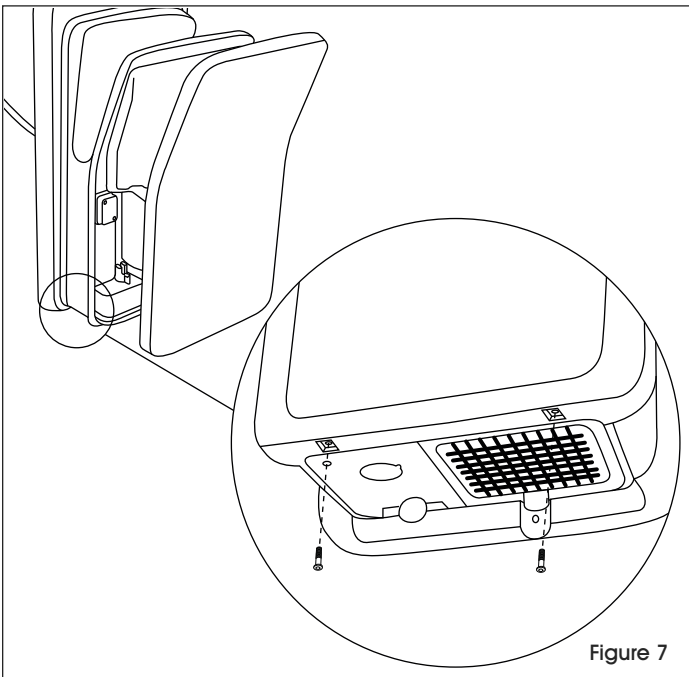

Figure 7
11. Après l'installation du câble, remplacez les vis pour fermer le couvercle. (Voir Figure 7)